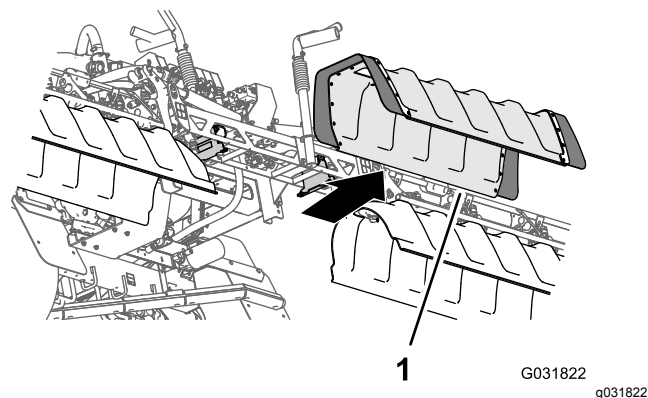

Рисунок 40
- Снимите кожух средней секции с машины (Рисунок 40).